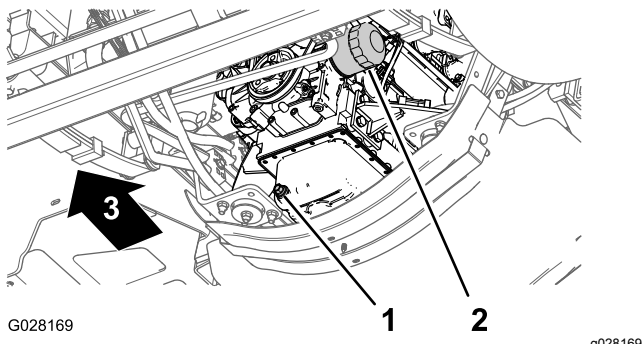

Figura 72
3. Coloque un recipiente de drenaje debajo del filtro de aceite del motor (Figura 72).
4. Retire el filtro de aceite usado (Figura 72).
8. Instale el filtro de aceite en el adaptador de filtro, gire el filtro de aceite en sentido horario hasta que la junta de goma entre en contacto con el adaptador del filtro, luego apriete el filtro media vuelta más (Figura 72).
1. Coloque un recipiente debajo del tapón de vaciado (Figura 72).
2. Retire el tapón de vaciado y deje que el aceite se drene completamente (Figura 72).